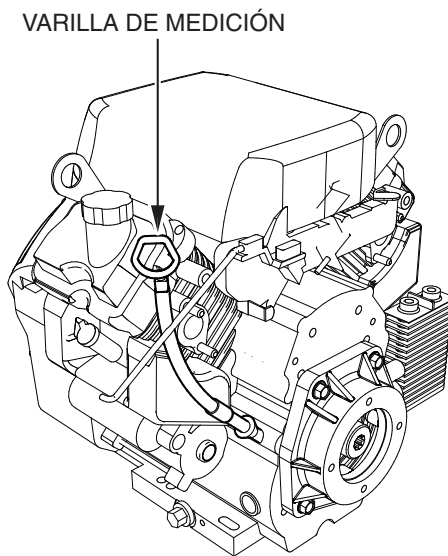

Figura 8. Extracción de la varilla de medición de aceite del motor
2. Quite la varilla de medición de su soporte (Figura 8) y límpiela.